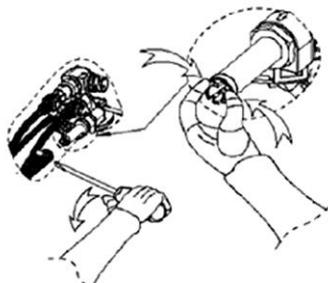
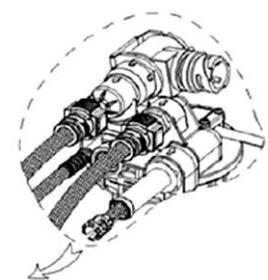

Figura 12
Figura 13
1. Desmonte la tubería de entrada de agua con destornillador plano o de estrellas como la Figura 12.
2. Pellizque con mano el clip del filtro como la Figura 12 (presione hacia la dirección que indica la flecha), y tirelo con esfuerzo en dirección vertical al mismo tiempo como la Figura 13;